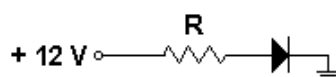

FIGURA 6
- 13) No circuito da Figura 6, a resistência R está em curto. Qual será a tensão sobre o diodo? O que acontecerá ao diodo?